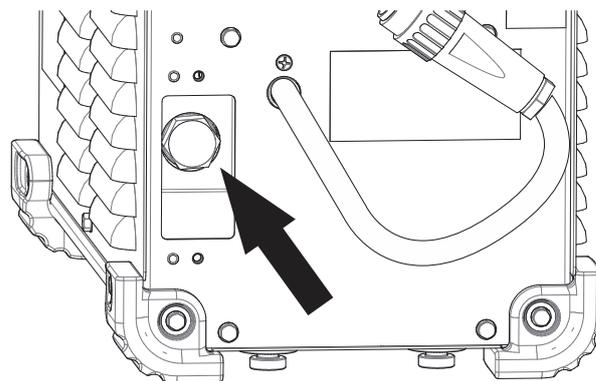

Figura 10
- Rimuovere il grande bullone in ottone. Vedere Figura 10. È possibile utilizzare una chiave a tubo lunga o pinze a pappagallo. Può fuoriuscire una piccola quantità di refrigerante.